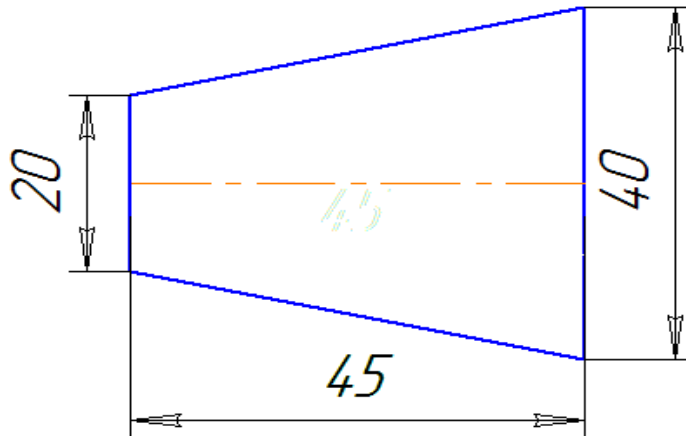

Рисунок 3
5. Постройте отрезок P3-P4. На панели управления (инструментальной панели) нажмите кнопку  *Установка глобальных привязок*. В появившемся диалоговом окне *Установка глобальных привязок* установите флажок рядом с привязкой *Касание* и дополнительно включите флажок *Отображать текст* (см. рисунок 3).
С использованием локальных и глобальных привязок выполните построение (см. рисунок 3).